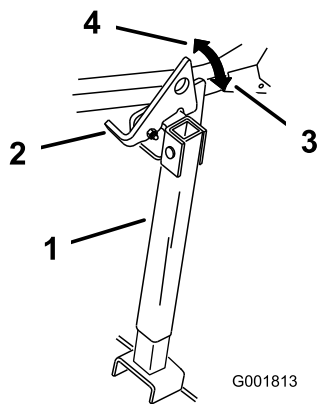

Figure 36
2. Relevez le verrou en position déverrouillée (Figure 36).